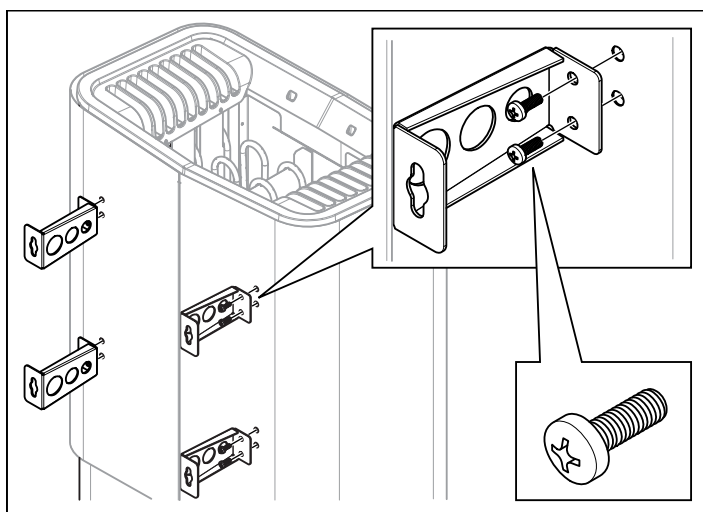

Figura 7: Fissaggio delle staffe al riscaldatore
5. Svitare le prime due viti sul retro del riscaldatore e avvitare una delle quattro staffe in posizione. Ripetere la procedura finché tutte le staffe non saranno montate, vedere Figura 7.